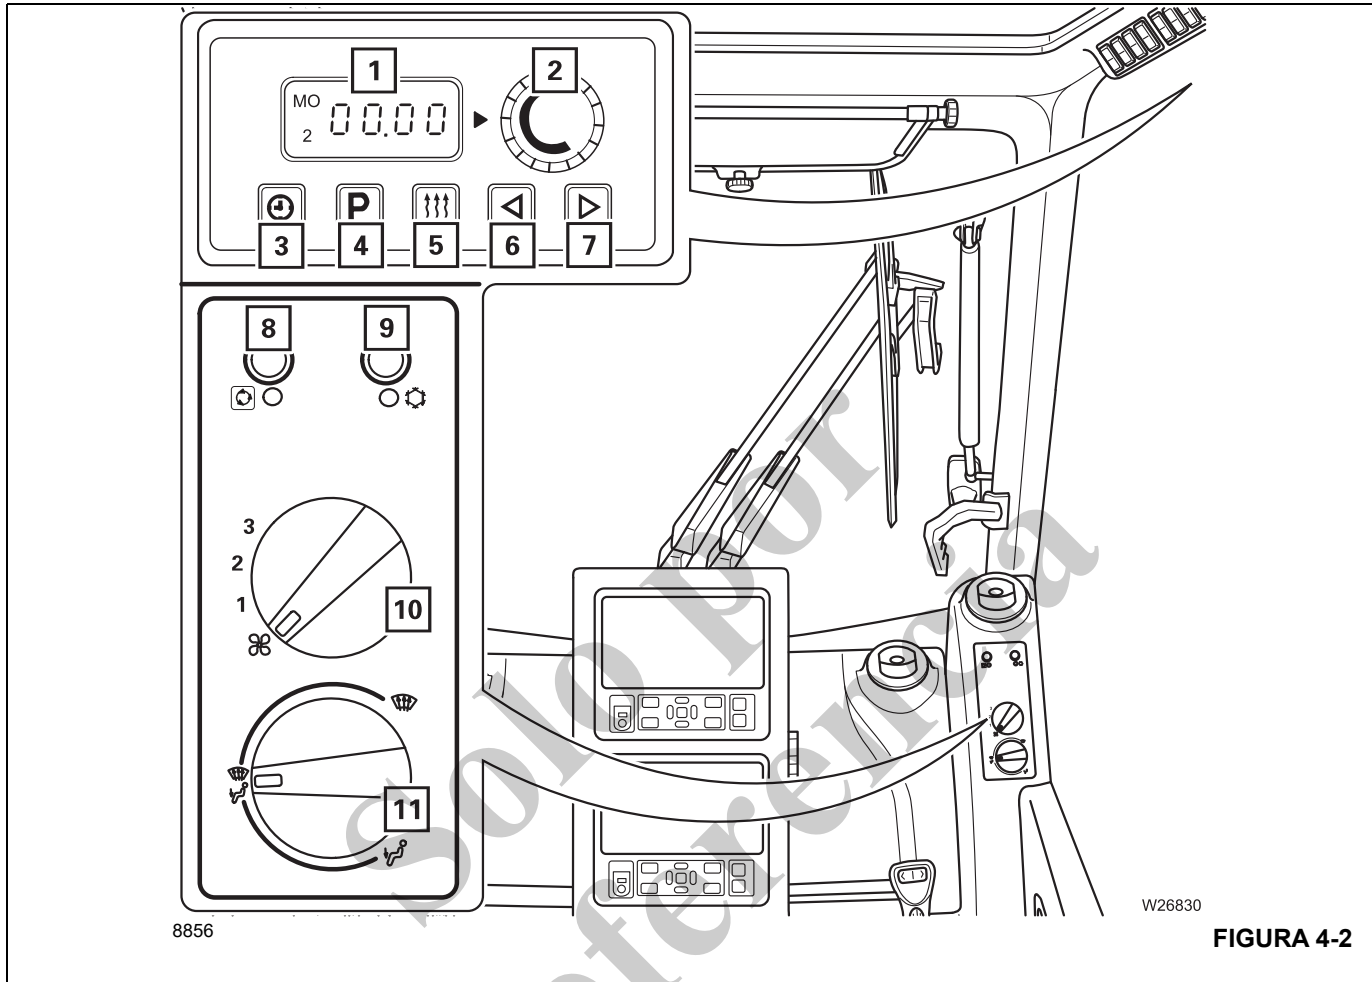

FIGURA 4-2
- Presione el botón (5), (Figura 4-2), una vez.
Gire el interruptor (2), (Figura 4-2), en sentido horario.
Gire el interruptor (2), (Figura 4-2), en sentido contrahorario.
Gire el interruptor (10), (Figura 4-2) en sentido horario.
Gire el interruptor (10), (Figura 4-2), en sentido contrahorario.
Pulse el botón (8), (Figura 4-2) – la luz se apaga.
Gire el interruptor (11), (Figura 4-2), en sentido horario.
Presione el botón (3), (Figura 4-2), durante más de 2 segundos.
Ajuste el día de la semana actual en la pantalla destellante – botón (6), (Figura 4-2), o (7), (Figura 4-2).
Para recuperar un valor almacenado, presione el botón (4), (Figura 4-2), una vez.
Ajuste la hora para el arranque de calefacción deseado, por ejemplo, 8:00 – botón (6), (Figura 4-2), o (7), (Figura 4-2).
Ajuste el día de la semana para el arranque de calefacción deseado – botón (6), (Figura 4-2), o (7), (Figura 4-2).
Apague el sistema de calefacción usando el botón (5), (Figura 4-2).
Para desactivarlo, pulse el botón (5), (Figura 4-2), una vez. El calefactor se apaga inmediatamente.